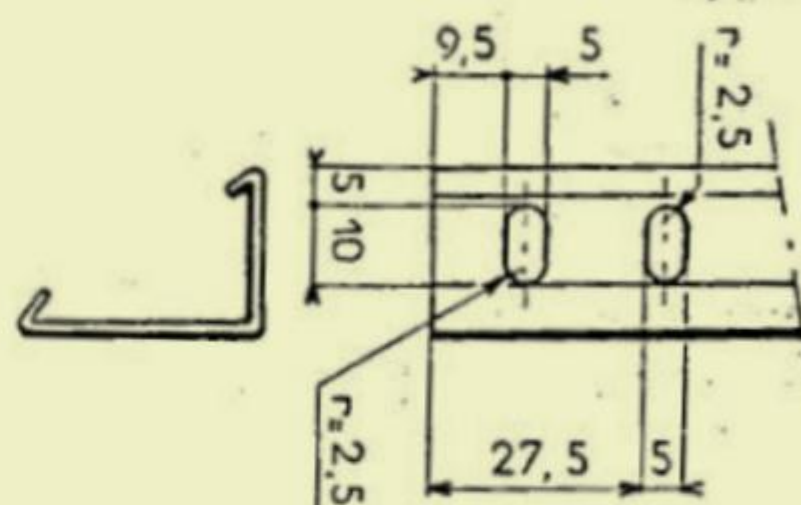

FIGURE 4
- par exécution de boutonnières horizontales sur l'encadrement de glace suivant la Fig. 4 (permettant un réglage longitudinal).